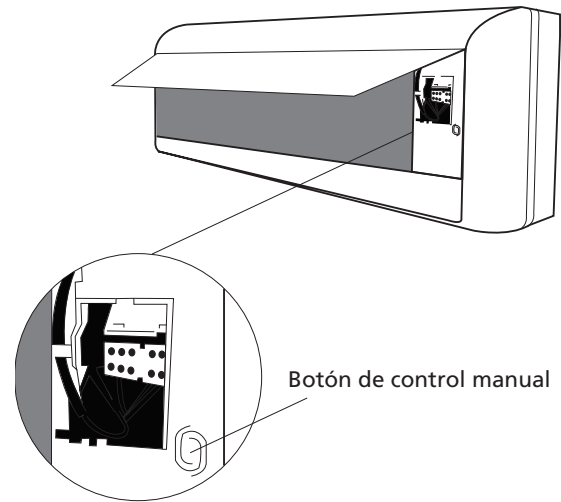

Fig. 8.1
2. El botón **MANUAL CONTROL** (CONTROL MANUAL) está ubicado en el lado derecho de la unidad. Presiónelo 2 veces para seleccionar la función COOL (REFRIGERACIÓN). Consulte la **Fig 8.1**.